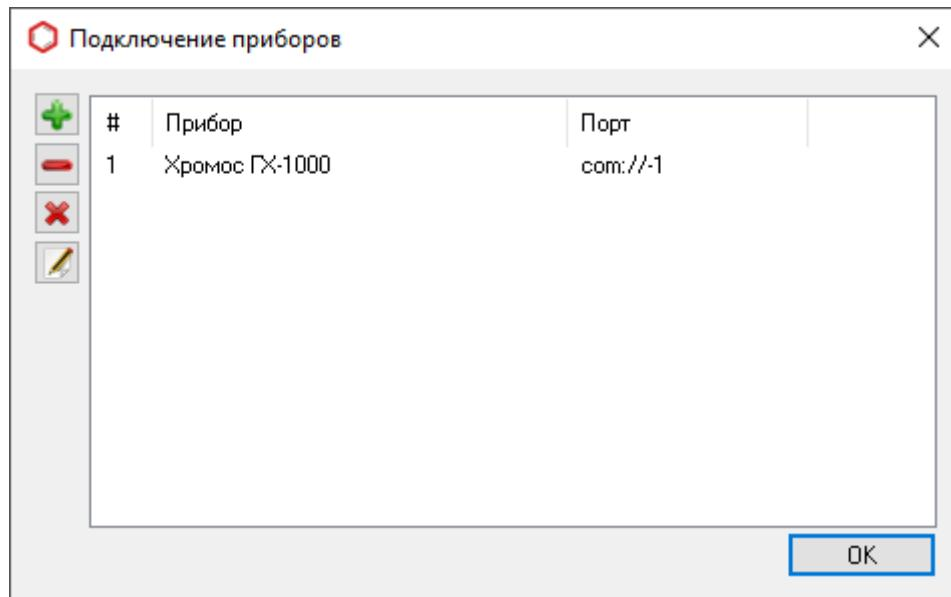

Рис. 18: Окно «Подключение приборов»
2. В меню *Приборы* выберите **Подключение...**. Откроется окно *Подключение приборов* (Рис. 18):